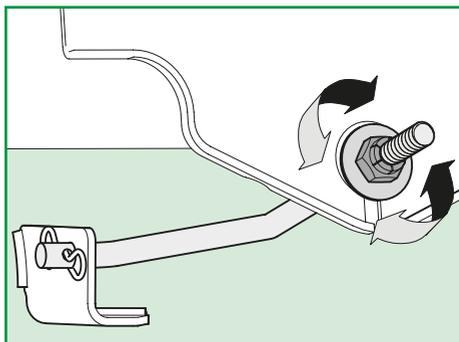

Figura 17
3. Localize a porca de fixação e a porca de ajuste na parte da frente do suporte da barra estabilizadora. Ver Figura 17;